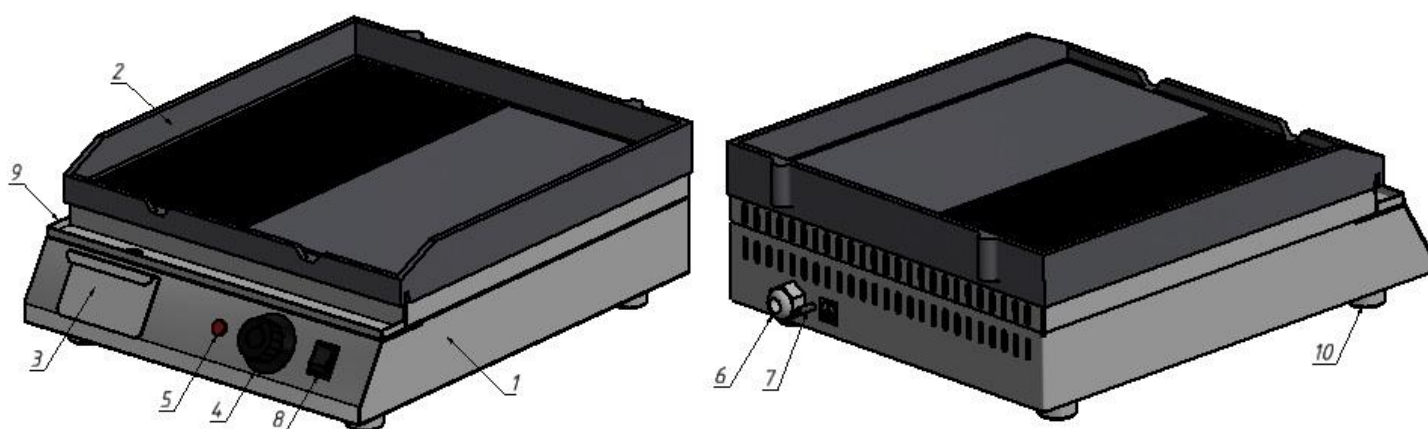

Рис. 1
6.1. Жарочная поверхность представлена на рис.1. Основные части изделия перечислены в таблице 3.
- 7.1. Подготовку изделия к работе, после транспортирования при отрицательных температурах, следует проводить в условиях эксплуатации, предварительно выдержав изделие не распакованным в течение 12-24 часов в этих условиях. После распаковывания изделия удалить защитную пленку, произвести санитарную обработку рабочей поверхности изделия с помощью стандартных средств очистки. **Запрещается использовать абразивные вещества.** Изделие установить на устойчивом, горизонтальном основании на расстоянии не менее 500мм от легко воспламеняющихся предметов. Оборудование должно устанавливаться в хорошо проветриваемом помещении. Выравнивание поверхности печи производится регулировкой высоты ножек (поз.10, рис.1).
- 7.4. Оборудование следует установить с соблюдением ГОСТ 12.2.124-90 «Оборудование продовольственное. Общие требования безопасности». Присоединить заземление корпуса плиты к заземляющему контуру помещения согласно ГОСТ 27570.0-87 с помощью шпильки заземления (поз. 7, рис.1).
- 8.1. Включить кнопку включения питания (поз. 8, рис. 1). Для осуществления нагрева жарочной поверхности повернуть ручку терморегулятора (поз. 4, рис.1) и выставить требуемую температуру. О нагреве ТЭНа свидетельствует сигнальный индикатор (поз. 5, рис. 1). После достижения выставленной температуры сигнальный индикатор гаснет.